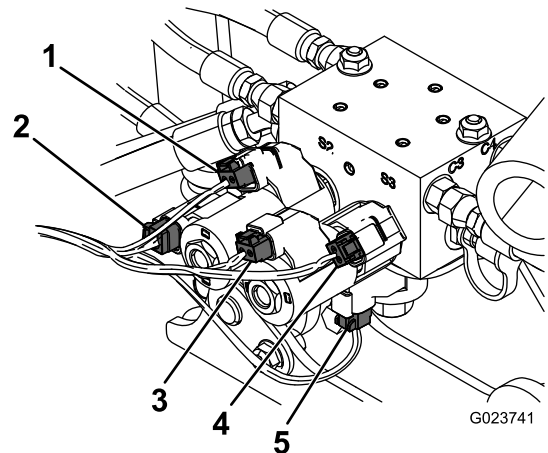

Figura 21
5. Ligue cablagem ao bloco hidráulico como se mostra na Figura 21.